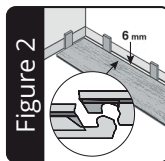
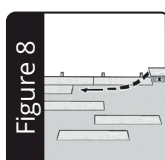

Figure 2
Figure 8
2. Die Verlegung sollte in einer Ecke begonnen werden (linksseitig) und mit der Nut zur Wand. Beachten Sie einen Randabstand von 6mm, um Bewegungen des Unterbodens auszugleichen (Abbildung 2).
ANMERKUNG: Achten Sie beim Kürzen von SLY Paneelen darauf, dass Sie immer die kurze Seite mit der Feder abschneiden (Abbildung 2). Das verbleibende Stück kann dann am anderen Raumende verwendet werden um die Reihe abzuschliessen (Abbildung 8), sofern die Grundfläche dies zulässt.
2. Installation should start in a corner (left hand) and proceed from the wall with the tongue facing the wall. Allow a minimum gap of 6 mm for subfloor movement which can be covered by molding (Figure 2).
NOTE: When cutting SLY for length, be sure to always cut the short side of the plank with the groove edge (Figure 2). The remaining piece can then be used on the opposite side of the room, at the end of that row (Figure 8) if layout permits.